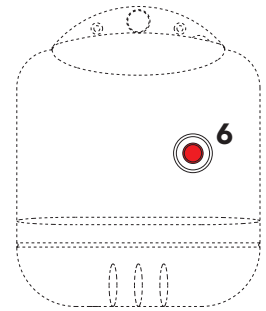

fig. 1
En caso de breves períodos de pausa, es suficiente intervenir en el interruptor 5 (fig. 1) en el cuadro de mandos, posicionándolo en "0".
- a Bloqueo del quemador (señalizado mediante el correspondiente chivato 6 (fig. 1) Consúltese el manual del quemador.